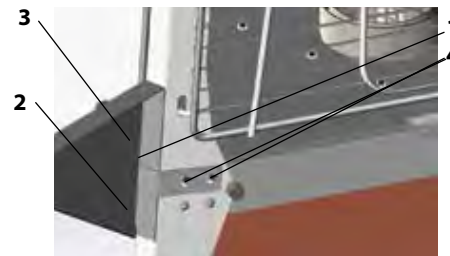

Рис. 18
2. открутите винты (4), фиксирующие верхний профиль (1);
3. заведите уголок (2) в прорезь опоры (3);
5. повторите операции 2-4 для оставшихся опор (Рис. 18);